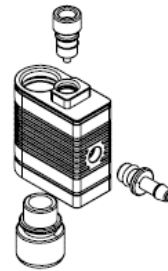

Abb. 10
➔ Zerlegen Sie das Milchsystem (4) in seine Einzelteile (Abb. 10).